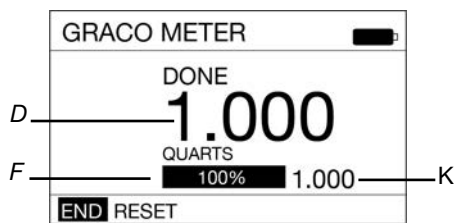

FIG. 33
5. L'écran illustré sur la FIG. 33 s'affiche. Remarquer la mention « DONE » (Terminé) figurant dans la partie supérieure de l'écran, confirmant que la quantité PRESET de fluide a bien été distribuée. La barre de progression (F) est désormais entièrement remplie et indique que le fluide a été distribué à 100 % du volume requis. Le compteur de fluide distribué (D) indique désormais la valeur « 1.000 », ce qui correspond aux paramètres PRESET définis par l'utilisateur (K).